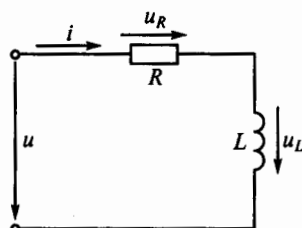

Рис. 112
**3.71.** По какому закону изменяется напряжение  $u$  в цепи на рис. 112, если  $i = 10 + 5 \sin 200t$ ? (Параметры  $R$  и  $L$  считать известными.)
**3.72.** В цепи на рис. 112 ток  $i = 5 + 5\sqrt{2} \sin \omega t$ ,  $R = 3$  Ом,  $x_L = 4$  Ом. Составить ряд Фурье для напряжения и определить мощности. (Указать неправильный ответ.)